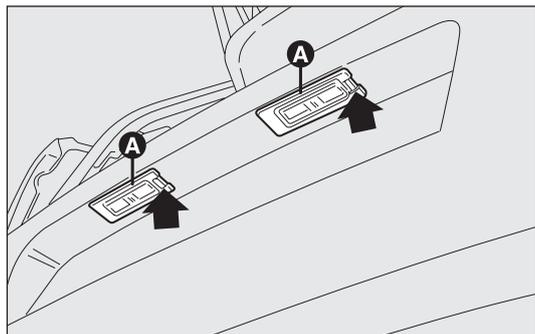

fig. 173
- agire nel punto indicato dalla freccia e rimuovere il gruppo trasparente A-fig. 173;